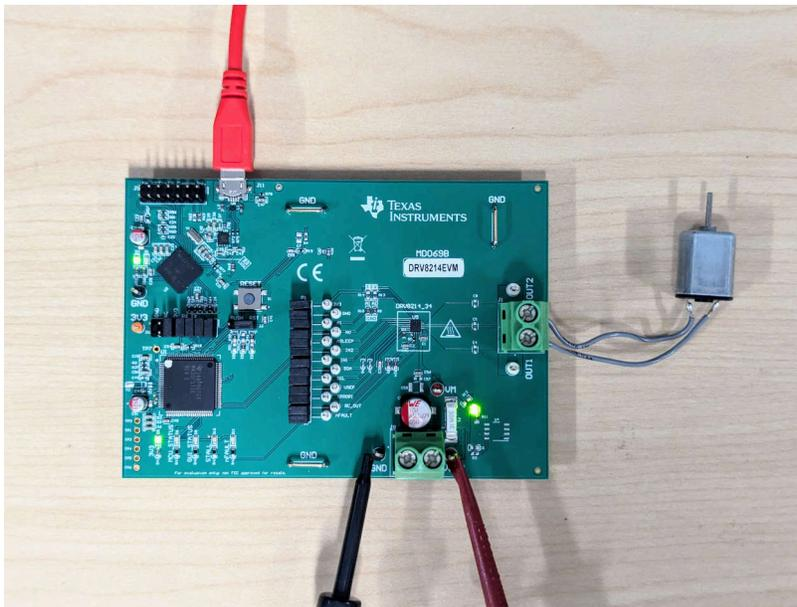

图 2-6. 硬件设置
3. 打开电源。D4 (VM) 导通。有关设置图像，请参阅图 2-6。
5. 现已完成设置。有关设置图像，请参阅图 2-6。